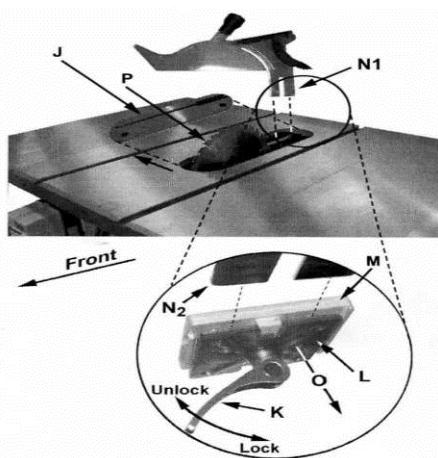

Рис. 8
Пояснения к рис. 8:
2. Удалите вставку стола (J).
3. Расположенный внутри стола и доступный через вставку быстрый зажим с ручкой(K) фиксации (рис. 8 вставка), разместить в положение разблокировки..
4. Накладной зажимной блок (L) имеет пружину (O) и отодвинется от фиксированного блока (M), оставляя зазор
5. Вставьте нижнюю часть расклинивающего ножа (N1, N2) полностью в зазор между зажимом блоков (L, M), а затем зафиксируйте ручку (K).
6. Поставьте вставку (J) обратно в стол. Пильный диск и расклинивающий нож должен выступать через отверстие во вкладыше.
Зажим блоков (L, M., рис. 8) отрегулирован на заводе, регулировка после установки защитного кожуха и расклинивающего ножа не требуется. Тем не менее, правильное положение расклинивающего ножа (стр. 14) является очень важным Проверьте перед началом работы на столе, и последующей процедурой настройки, если необходимо.